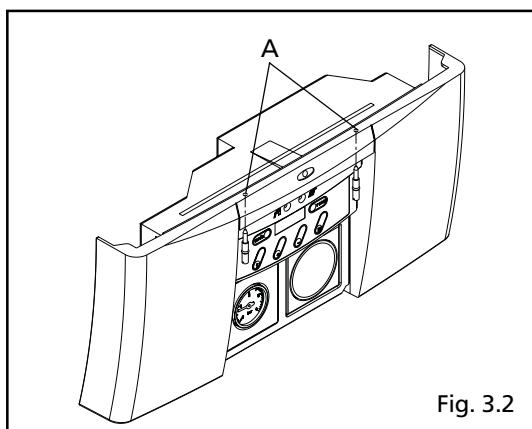

Fig. 3.2
- aflojar con un destornillador recto los dos tornillos **A** de fijación del panel (fig. 3.2)
- desaparafuse com uma chave de fendas os dois parafusos **A** de fixação do painel dos comandos (fig. 3.2)